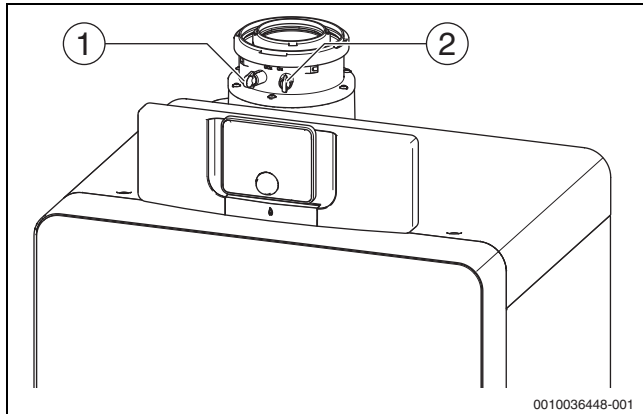

Bild 30 Messwerte aufnehmen
- Messfühler durch die Messöffnung (→ Bild 30, Seite 22) im Abgasrohr in den Kernstrom halten und CO₂-Gehalt kontrollieren.
- ▶ Messfühler durch die Messöffnung (→ Bild 30, Seite 22) im Abgasrohr in den Kernstrom halten und CO₂-Gehalt kontrollieren.